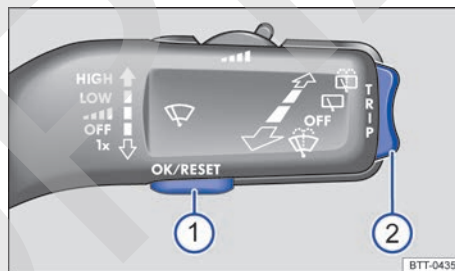

Fig. 16 En el lado derecho de la columna de dirección: teclas de la palanca del limpiacristales (vehículos sin volante multifunción).
Mientras haya una advertencia con prioridad 1 → pág. 16, no se podrá acceder a ningún menú. Algunas advertencias se pueden confirmar y ocultar con la tecla → fig. 16 ① de la palanca del limpiacristales.
- Si se muestra un mensaje o el pictograma de un vehículo, pulse la tecla → fig. 16 ①.
- Para visualizar el menú principal → pág. 20 o para volver al menú principal desde otro, mantenga pulsada la tecla basculante → fig. 16 ②. ▶
- Pulse la tecla basculante → fig. 16 ② hasta que se marque la opción de menú deseada.
- Para abrir la opción de menú, pulse la tecla → fig. 16 ①.
- Realice las modificaciones deseadas con la tecla basculante de la palanca del limpiacristales → fig. 16 ②. Dado el caso, mantenga pulsada la tecla para aumentar o reducir los valores más rápidamente.
- Marque y confirme la selección pulsando la tecla **OK/RESET** → fig. 16 ①.
- **O BIEN:** mantenga pulsada la tecla basculante → fig. 16 ②.